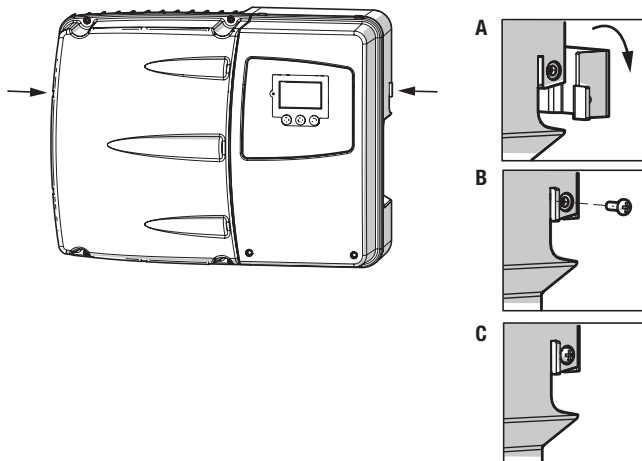

Bild 8 Wechselrichter einhängen und sichern
6. Hängen Sie den Wechselrichter in die Montageschiene ein (siehe Bild 8).